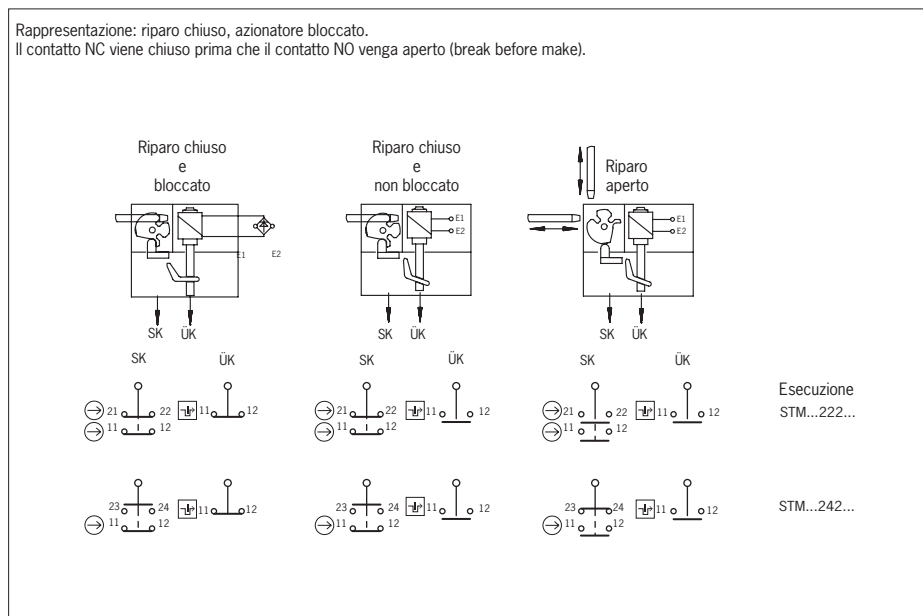

Fig. 4: Microinterruttori e commutazioni
Occorre utilizzare almeno un contatto . Questo segnala lo stato del meccanismo di ritenuta (per la disposizione dei contatti vedere Fig. 4).
Occorre utilizzare almeno un contatto . Si possono usare anche contatti con il simbolo  (per la disposizione dei contatti vedere Fig. 4).
3. Collegare e serrare i morsetti con una coppia di 0,5 Nm (per la disposizione dei contatti vedere Fig. 4).